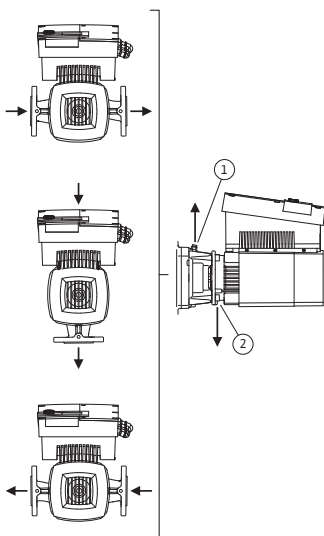

Fig. 23: Posições de instalação autorizadas com o veio do motor na horizontal
As posições de instalação autorizadas com o veio do motor na horizontal e o módulo electrónico virado para cima (0°) estão representadas na Fig. 23. Não estão representadas as posições de instalação autorizadas com módulo electrónico montado lateralmente ($\pm 90^\circ$). São autorizadas todas as posições de instalação excepto "Módulo electrónico virado para baixo" (-180°). A ventilação da bomba só pode ser garantida se a válvula de ventilação estiver virada para cima (Fig. 23, pos. 1).
Apenas esta posição (0°) permite que o condensado acumulado seja escoado por um orifício existente, lanterna da bomba ou motor (Fig. 23, pos. 2).
- No caso do eixo de motor horizontal, o furo para água de condensação deve estar virado para baixo (Fig. 23, Pos.2). Se necessário, rodar o motor.